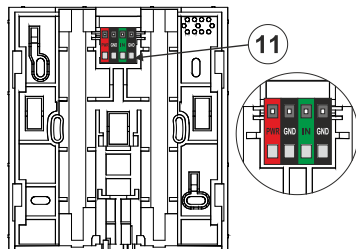

Abbildung 4: 11 - Klemmen für eine externe Stromversorgung und einen externen Magnetkontakt
2. Befestigen Sie die Rückseite des Bedienteils unter Verwendung von 4 Schrauben an einer ebenen Wand. Für den Anschluss einer externen Stromversorgung oder eines Magneten verwenden Sie die Klemmen auf der Rückseite des Bedienteils, siehe Abbildung 4. Siehe die Beschreibung des Anschlusses in den Abschnitten Alternative Stromversorgung und Montage eines Magnetkontakts.
6. Befestigen Sie zunächst die Unterkante des Bedienteils an der Halterung (hinterer Teil) des Gehäuses (die Unterseiten ausrichten). Schieben Sie dann das Bedienteil nach unten, bis Sie das Klicken der Lasche (10) hören. Dadurch wird das Bedienteil gegen